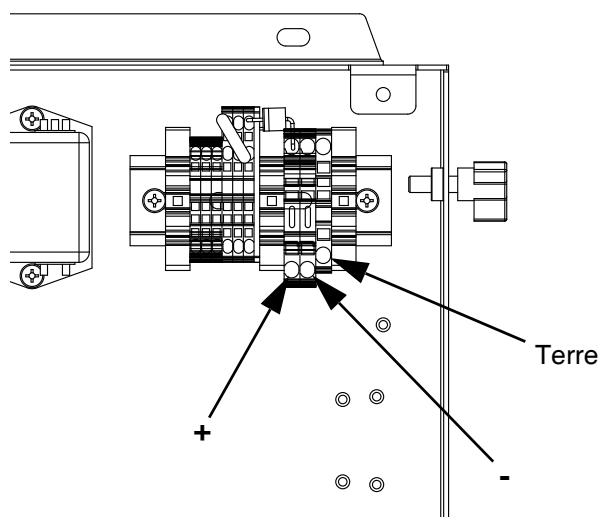

FIG. 13 : Câblage de 24 V c.c.
- Pour un câblage de 24 V c.c., consulter la FIG. 13.